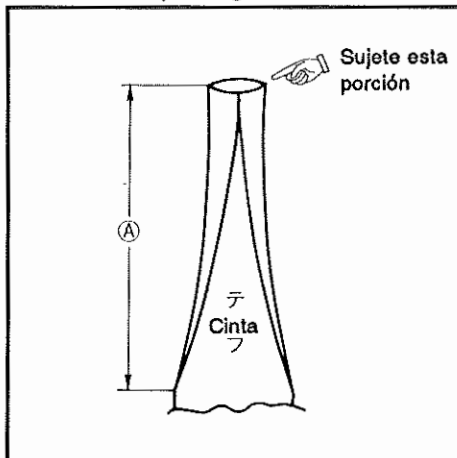

Fig. 25
La dimensión (A) se obtiene tendiendo actualmente la cinta utilizada en conformidad con el patrón de cosido como se ilustra en la Fig. 25.